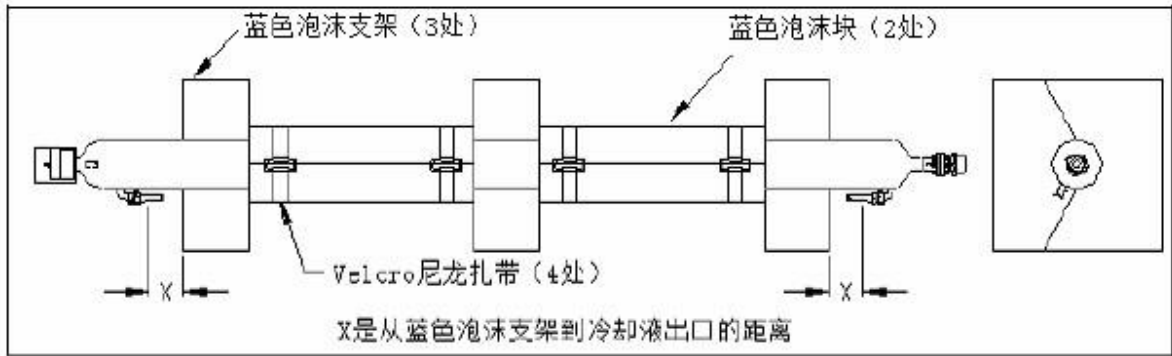
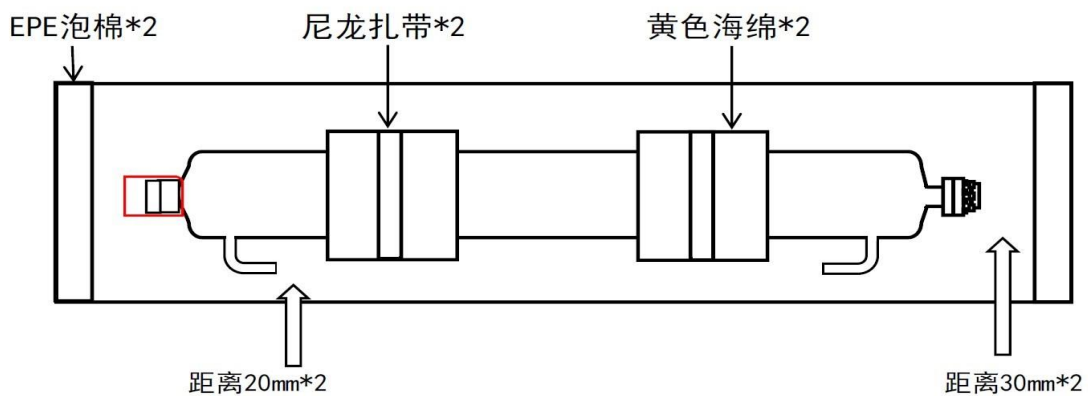

图4.3: SLC系列与ELC系列激光管在运输箱中的位置
图 4.3-1: HLC 系列激光管在运输箱中的位置
- 将激光管小心地放入箱子内，将激光管放在箱子中间，冷却水管的口子与蓝色泡沫支撑架之间等距（参考图 4.3 与参考图 4.3-1）；